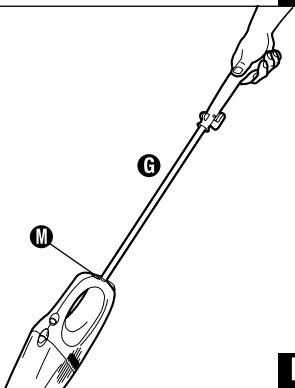

FIG. 7
Step 3: To use on bare floors or area rugs, make sure that handle **G** is attached to the cleaner body (Fig. 7).
Étape 3 : Pour utiliser sur des sols nus ou sur des tapis, assurez-vous que le manche ❷ est fixé au corps de l'aspirateur (Fig. 7).
Paso 3: Para usar en pisos desnudos o felpudos, asegúrese de que el mango ❷ este conectado al cuerpo de la aspiradora (Fig. 7).